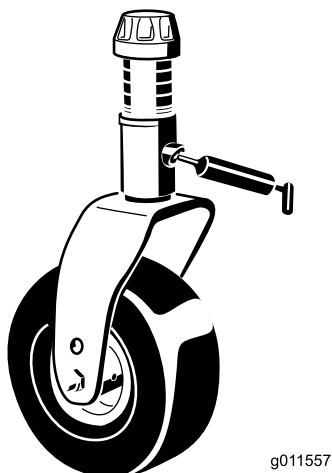

Bild 15
- Laufradgabel-Büchsen (4) (Bild 15).